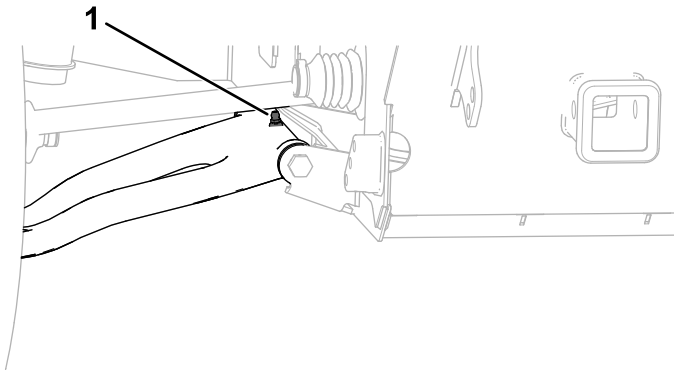

Figure 23
- **Pivots de bras de commande avant (2) ;** voir Figure 23